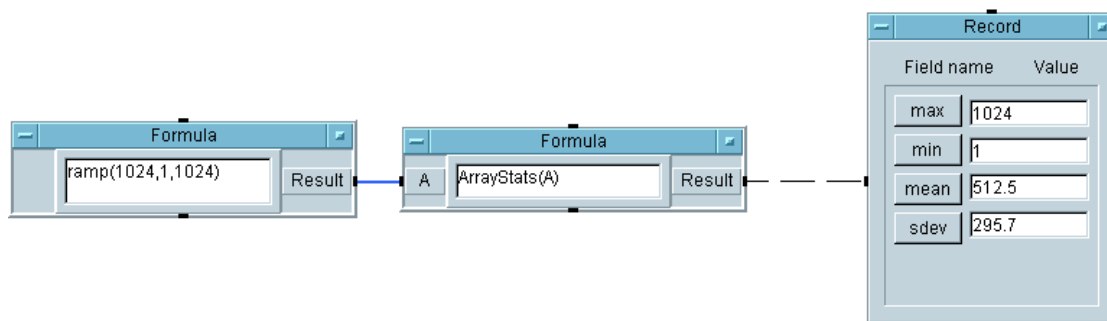

図 7-6. ユーザ関数 ArrayStats を呼出す方法
2. プログラムを実行します。図 7-6 のように表示されます。
1. 図 7-6 で使用している例で、`Formula` オブジェクトの `[ArrayStats]` をダブルクリックしてこのオブジェクトを削除します。オブジェクト・メニューを選択し、`[Cut]` を選択することもできます。